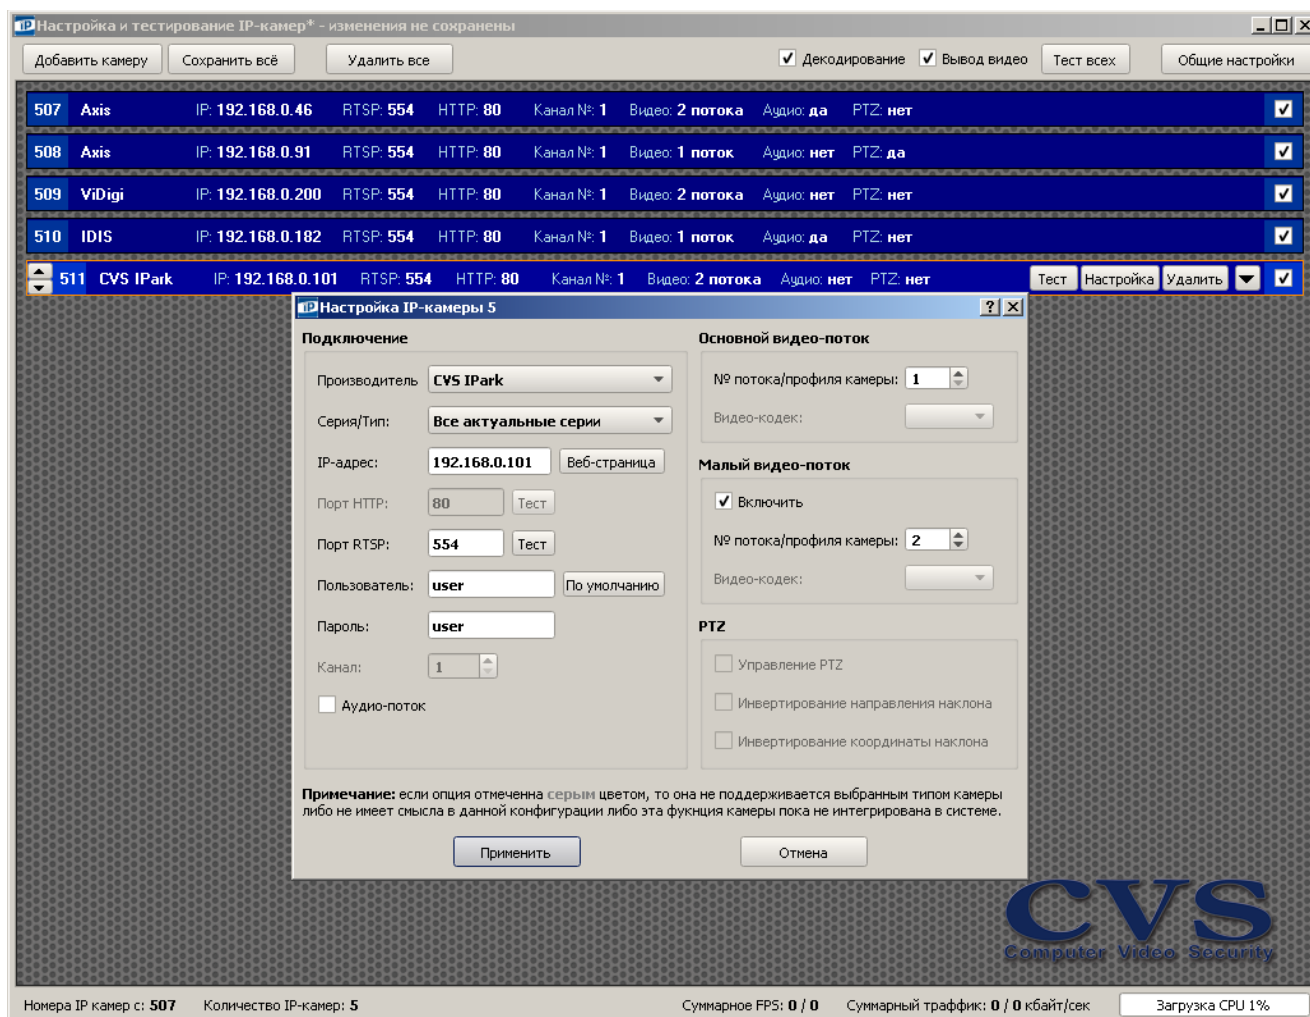

Рисунок 10: Настройка малого потока с IP камеры
3. Для уменьшения размеров записей в архиве рекомендуется использовать запись по активности или детектору движения. Чтобы не тратить время на распаковку большого изображения (1280x720 пикс.) необходимо подключить второй (малый) поток в диалоговом окне в программе **CVSTestIP** (Рис. 10)